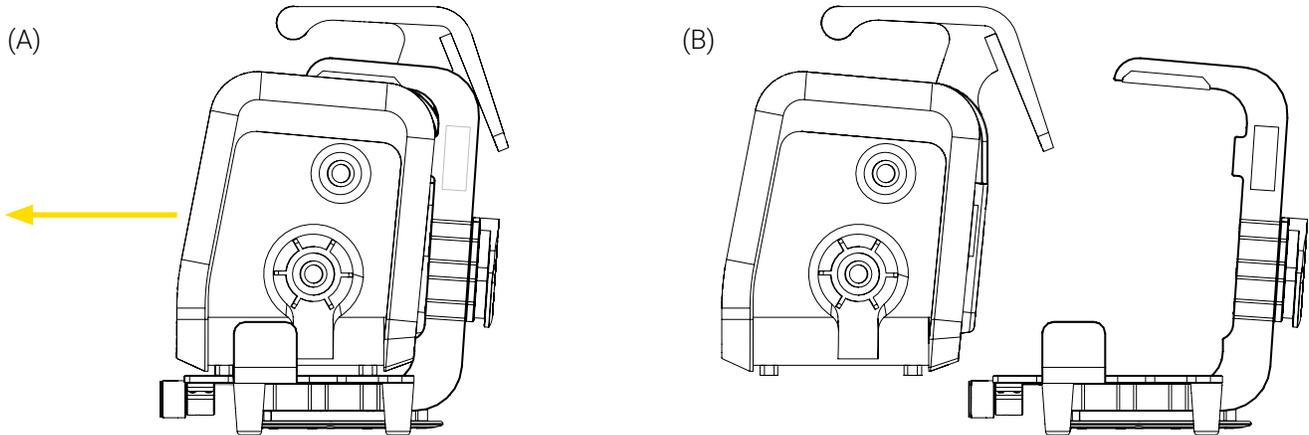

Figure 6: Retrait de l'appareil médical du support Bracket Pro Serie 60 - GR
2. Tirer l'appareil médical vers l'extérieur à l'aide de la poignée pour le retirer du support (Figure 6). Mettre l'appareil médical de côté.